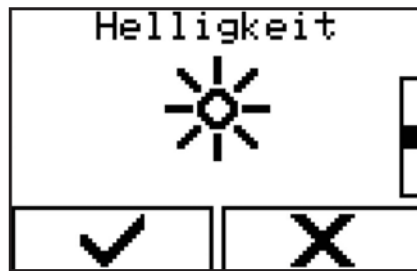

Abbildung 58 - Menü auswählen
1. Menü über „Handschalter“ → „Helligkeit“ (Abbildung 58) auswählen.